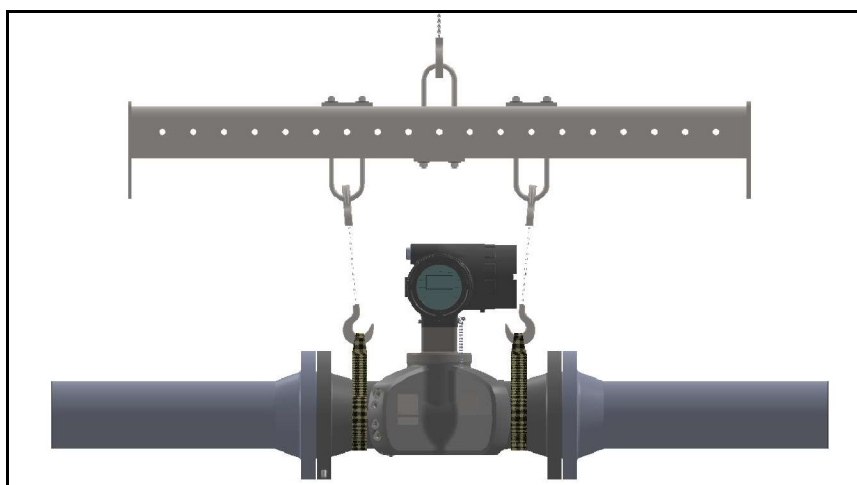

Figura 12: Posiciones de las correas de elevación
PRECAUCIÓN! Para evitar posibles deformaciones, consulte el peso del conjunto, que figura en la etiqueta del Sentinel LCT4, utilice un equipo de elevación de capacidad adecuada y coloque las correas de elevación en los puntos indicados (vea la Figura 12 a continuación).
- El **Sentinel LCT4** debe estar orientado con el transmisor de flujo en posición vertical en la parte superior, como se muestra en la *Figura 12 a continuación*.